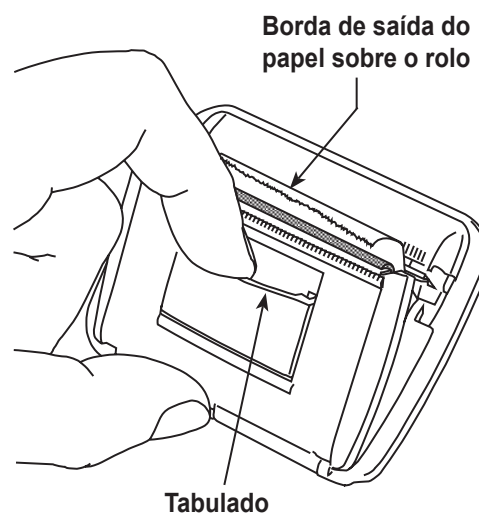

Figura 10
1. Remova a tampa da impressora puxando a aba como mostrado na Figura 10.
8. Ponha a impressora na área de corte no painel de controle. Pressione a face da impressora rente ao painel, com o papel saindo pelo alto da impressora conforme mostrado na Figura 10.